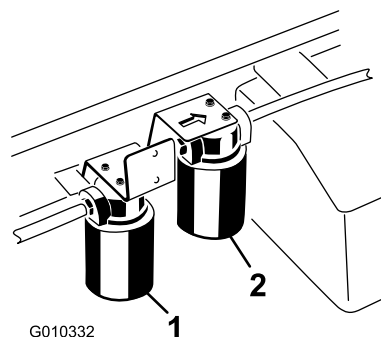

Figura 69
5. Coloque um recipiente de escoamento debaixo do filtro e retire o filtro (Figura 69).
4. Limpe a zona em torno da montagem do filtro de alto fluxo (Figura 69).